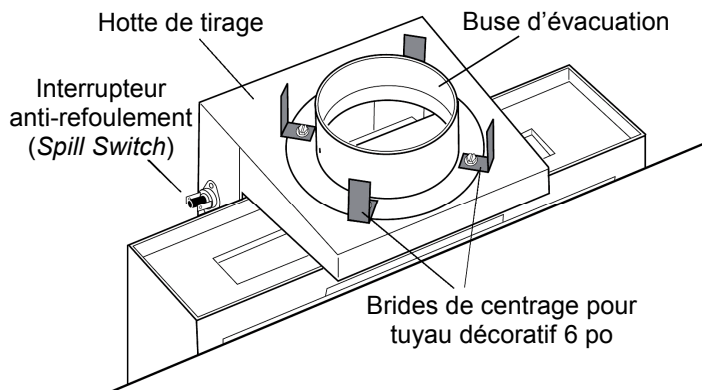

Figure 27. Installation des brides de centrage pour installer un tuyau décoratif (facultatif).
1. Retirez les quatre vis à tête hex. 1/4 po retenant la buse d'évacuation de 4 po à la hotte de tirage, mais ne retirez pas la buse d'évacuation. Voir Figure 27.
NOTE : Cet appareil est muni d'un interrupteur (rupteur) anti-refoulement (ou dispositif d'arrêt anti-refoulement) qui désactivera le brûleur si le conduit d'évacuation se bouche ou que le tirage devient insuffisant. Situé sur le côté de la hotte de tirage, à l'arrière du poêle, cet interrupteur est muni d'un bouton de réarmement *Reset* qui, une fois enfoncé, réactivera le brûleur. Voir Fig. 27. Si l'interrupteur anti-refoulement éteint le brûleur à répétition, fermez l'alimentation de gaz et appelez votre détaillant ou technicien d'entretien. L'interrupteur anti-refoulement continuera d'éteindre le brûleur jusqu'à ce que le problème de tirage du conduit d'évacuation soit corrigé. Les problèmes de tirage naturel ne peuvent pas tous être corrigés car les appareils à évacuation naturelle ou BV («B-Vent») sont affectés par les conditions atmosphériques et la pressurisation à l'intérieur du bâtiment.